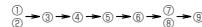

Fig. 4-1
- Innan du påbörjar arbetet ska du se till att ta av kompressorns TOPPKAPA och FRONTPÅPA samt avlägsna kompressorns fasta komponenter. (Fig. 4-1)